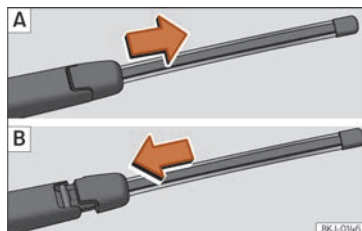

Fig. 43 Estrarre e posizionare la spazzola del tergilunotto.
- Far scorrere l'adattatore della spazzola nella direzione della freccia e rimuovere la spazzola » fig. 43 A.
- Posizionare una spazzola nuova **della stessa lunghezza e del medesimo tipo** come indicato nella » fig. 43 B e far scorrere l'adattatore fino a quando non si incastra.